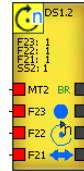

Abbildung 29-5
- Drehzahlmodul DS2 im Logikplan platzieren. (Abbildung 29-5)